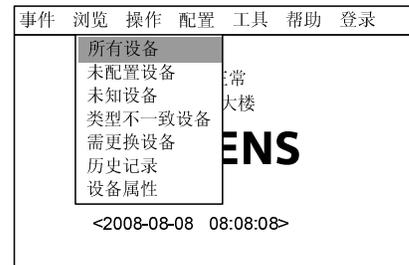
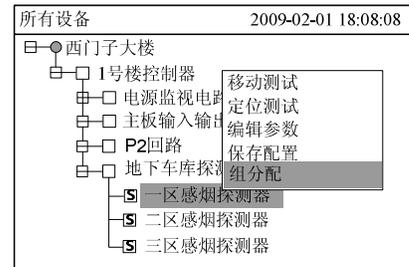

图 26-2
图 26-3
2. 按“→”键选择“浏览”子菜单（图 26-2），选择“所有设备”，然后按“OK”键，树状图显示出来（图 26-3）。按“↓”/“↑”键查找需要进行组分配的设备。
3. 按“→”键弹出快捷菜单（图 26-3），然后按“↓”键选择“组分配”或“FRT 分配”，再按“OK”键，进入组分配界面（图 26-4）。